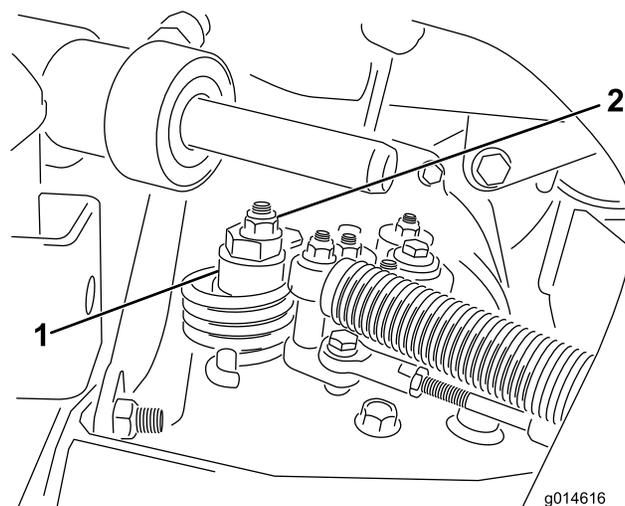

図 47
- A. 偏芯ナットをハイドロスタット上部に止めているナットをゆるめる図 47。
- C. どちらにも車輪が回らないように偏芯ナットを回して調整する。調整ができたなら固定ナットを締める図 47。スロットル SLOW および FAST 位置で調整が正しいことを確認する。